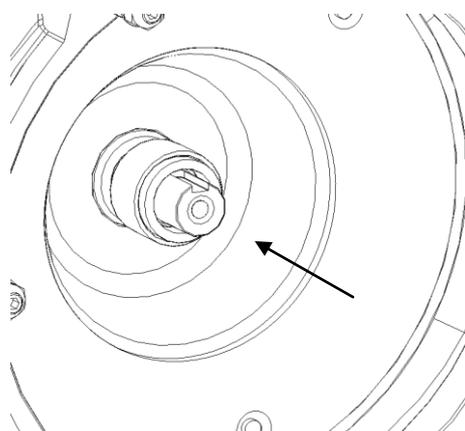

Figure 22: montage à la main
- Mettez la garniture mécanique sur le bout d'arbre libre et poussez-la à la main avec précaution jusqu'au contre-anneau (figure 22).